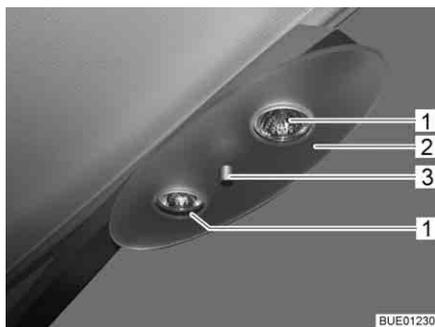

Fig. 188 Lampada alogena da soffitto
- Svitare il dado di arresto (Fig. 188,3) e rimuovere il piano di appoggio (Fig. 188,2).
- Rimuovere la lampada alogena ad incandescenza (Fig. 188,1).